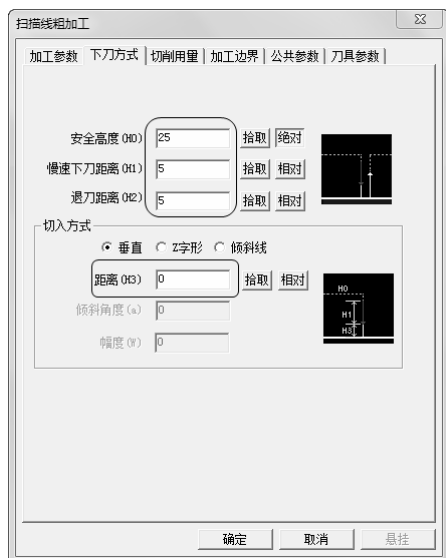

图 3-53 “下刀方式”选项卡
2) 单击“下刀方式”选项卡，设置“切入方式”为“垂直”，具体“安全高度”、“慢速下刀距离”、“退刀距离”、“距离”参数数值如图 3-53 所示。